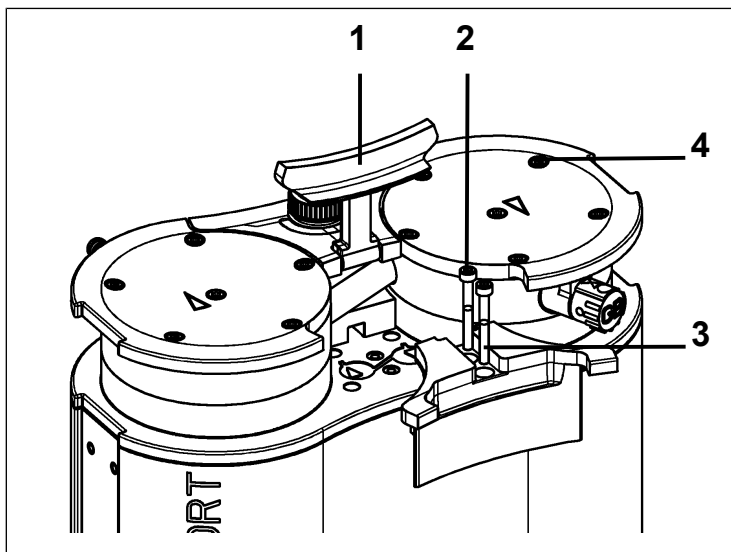

Fig. 8: Démontez le cache
1. Mettez la poignée (1/Fig. 8) en position verticale.
2. Desserrez les vis (2/Fig. 8) du cache (3/Fig. 8).
3. Retirez le cache (3/Fig. 8).
4. Desserrez les vis extérieures de la tête (4/ Fig. 8).
1. Marquez la plaque supérieure (2), le couvercle (3), la culasse (6) avec un trait de crayon continu. Cela permet d'éviter que les pièces ne soient mal assemblées par la suite.
2. Desserrez les vis extérieures (4/ Fig. 8) des têtes de la pompe.
1. Amenez les membranes (7) dans la position centrale.
2. Appuyez tout autour du bord de la membrane (7). Appuyer sur la membrane (7) uniquement sur une tête de pompe.
3. Placez la culasse (6) avec les plaques soupapes/joints (4) sur le support en fonction du trait de crayon.
4. Placez le couvercle (3), conformément à la goupille d'ajustage (5), sur la culasse (6).
5. Placez la plaque supérieure (2) sur le couvercle en fonction du trait de crayon.
7. Serrez la vis (1) au milieu de la plaque de pression (couple de serrage : 1 Nm).
10. Montez le cache de poignée **(3/**Fig. 8).
11. Serrez les vis **(2/**Fig. 8) du cache de poignée **(3/**Fig. 8) (couple de serrage : 2 Nm).